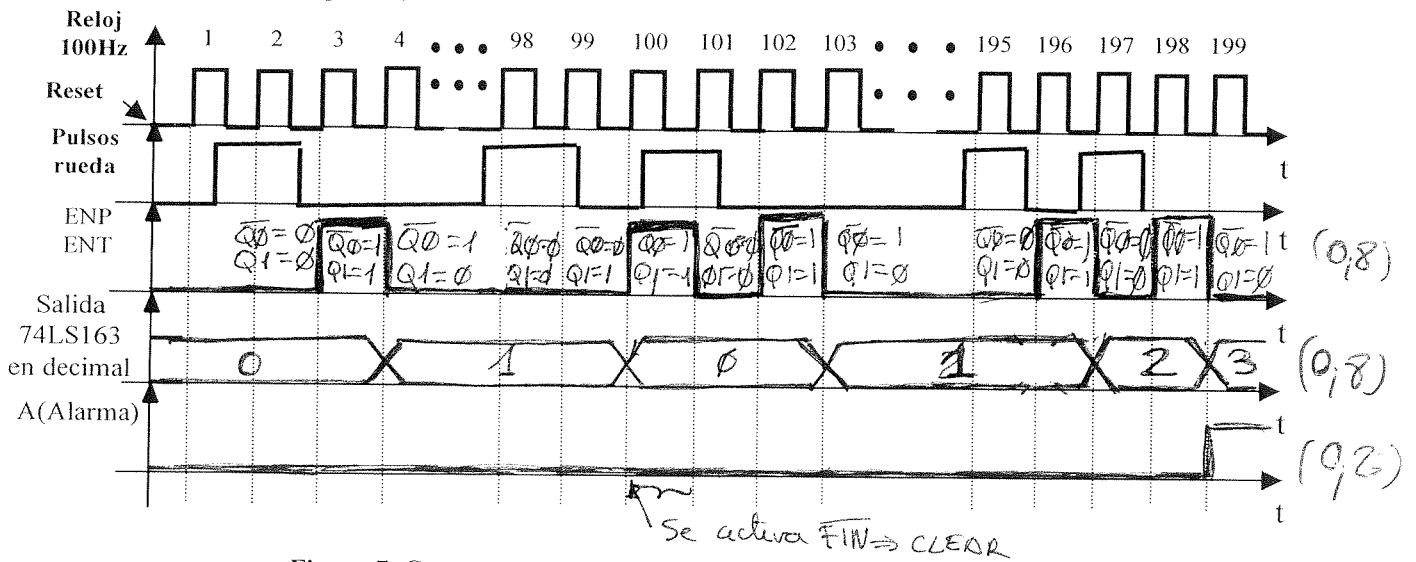

Figura 7. Cronograma de funcionamiento del circuito de la figura 6.
- A). Complete el cronograma de la figura 7, justificando la respuesta. Suponga inicialmente a 0 las salidas Q de los biestables y la salida del contador 74LS163. (2 puntos)